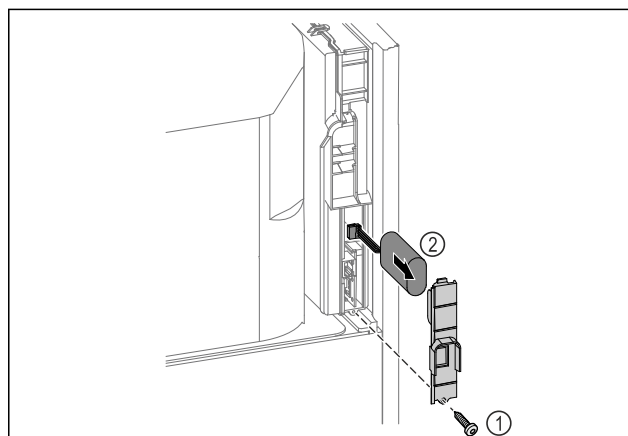

Fig. 217
- Dévisser la vis et retirer le couvercle situé à l'arrière de l'appareil Fig. 217 (1).
- Débrancher et retirer la batterie Fig. 217 (2).